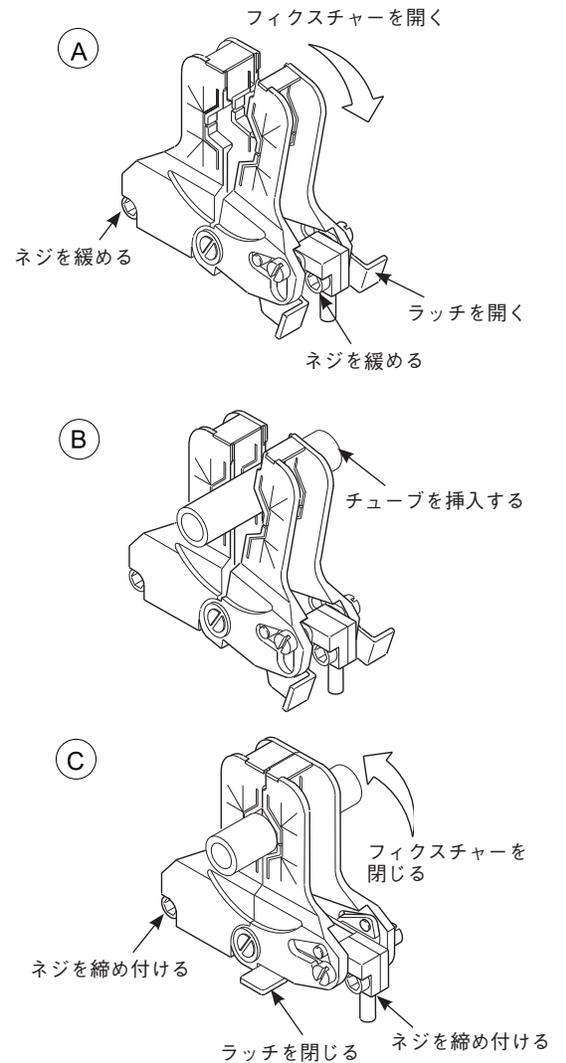

図 17: マイクロ・ウェルド・ヘッド・フィクスチャー(シリーズ4)のチューブの位置合わせを行う
1. マイクロ・フィクスチャー・ツールを使用し、ラッチを開状態にしてフィクスチャーを開きます [図 17 (A)]。
2. 2本の位置合わせ用ネジを緩めます [図 17 (A)]。
3. チューブを挿入します [図 17 (B)]。
4. フィクスチャーおよびラッチを閉じ、チューブの位置合わせを行います [図 17 (C)]。
5. 2本の位置合わせ用ネジを締め付けます [図 17 (C)]。